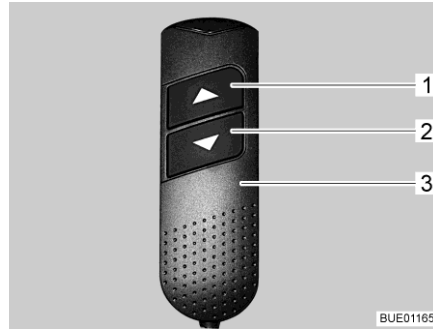

Bild 106 Handbedienteil
- Einfahren:** ■ Am Handbedienteil (Bild 106,3) Taste "▼" (Bild 106,2) drücken und gedrückt halten. Das Fußteil wird eingezogen. Die Kopfteile werden angehoben.
- Ausfahren:** ■ Am Handbedienteil (Bild 106,3) die Taste "▲" (Bild 106,1) drücken und gedrückt halten. Das Fußteil wird ausgefahren. Die Kopfteile werden abgesenkt.
- Kopfteile einstellen:** ■ Am Handbedienteil (Bild 106,3) die Tasten "▼" (Bild 106,2) bzw. "▲" (Bild 106,1) so lange drücken, bis die gewünschte Position erreicht ist. Die Kopfteile bleiben in der gewünschten Position.